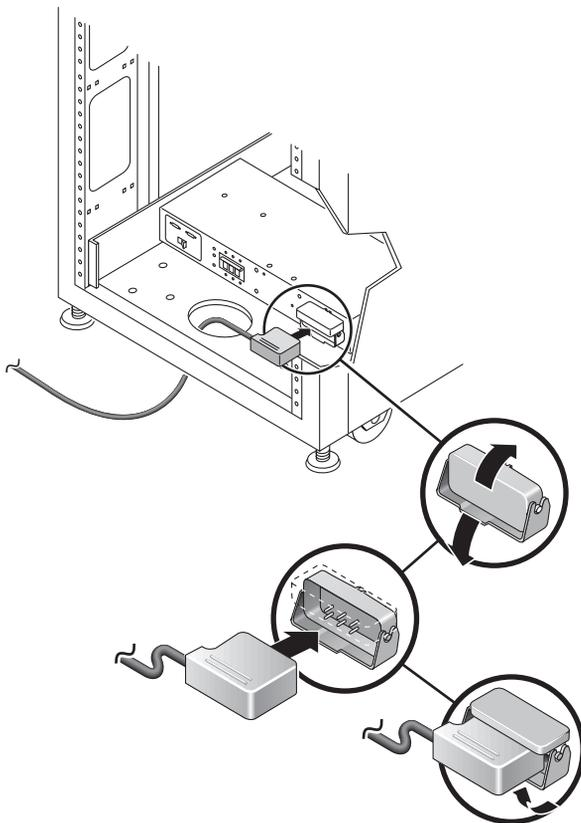

图 2-16 连接电源电缆
4. 将每根电源电缆连接到前、后电源定序器（图 2-16）：